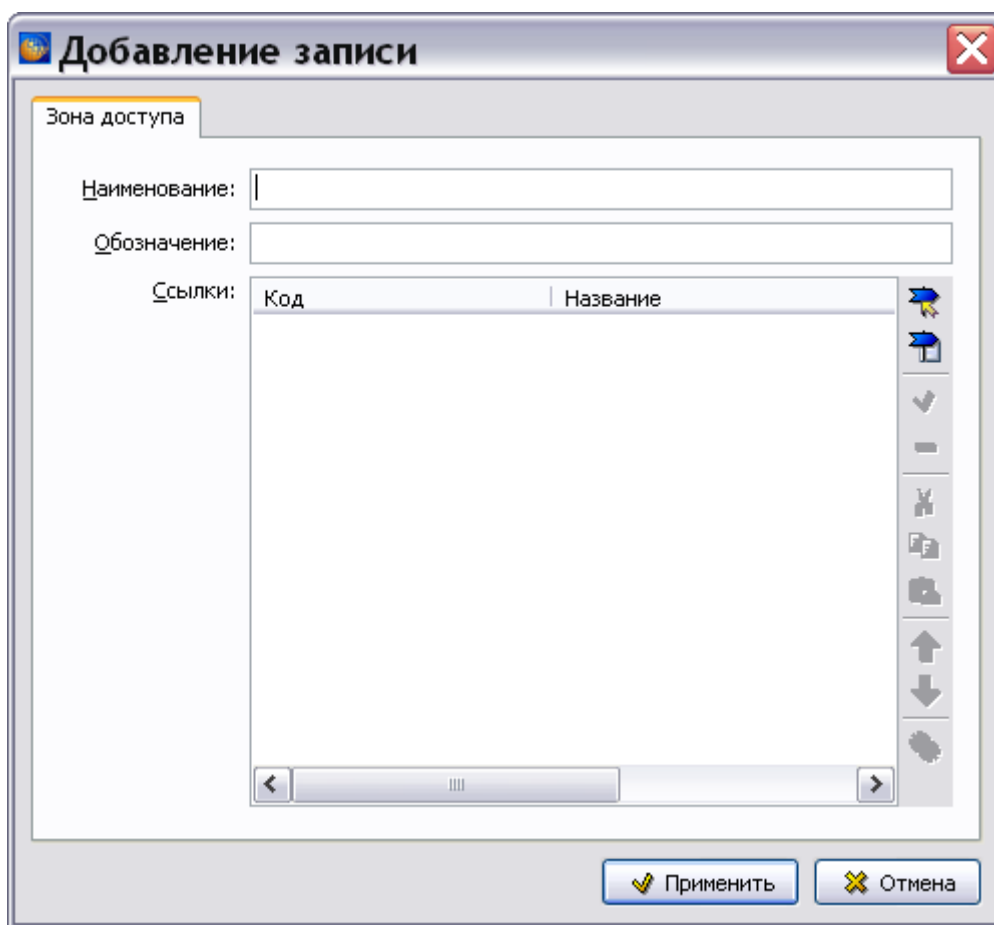

Рис. 7.12
1. В окне редактора техкарт нажмите кнопку **Добавить**  справа от окна **Зоны доступа/Панели доступа**. После этого откроется окно **Добавление записи** (Рис. 7.12).